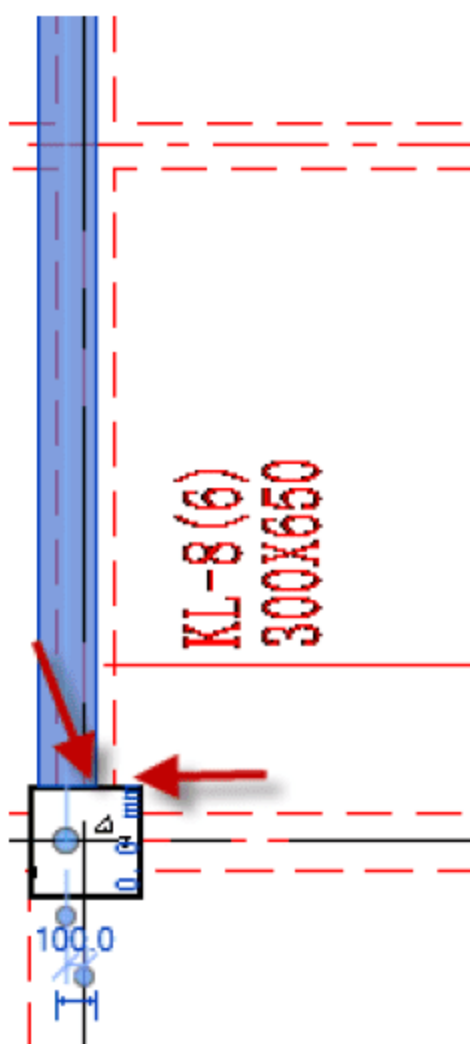

图 4.2.50 调整矩形梁的位置
(25) 调整矩形梁 KL-8 的位置, 选中矩形梁 KL-8, 按快捷键 M+V, 移动矩形梁的位置, 使其与梁线对齐, 如图 4.2.50 所示。